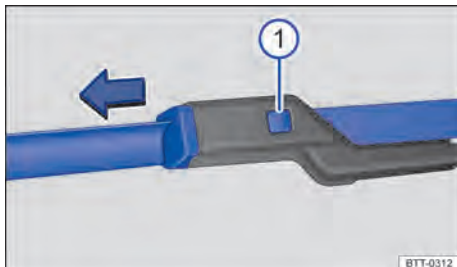

Fig. 131 Sustituir las escobillas limpiaparabrisas.
Comprobar regularmente la condición de las escobillas de los limpiacristales. Cambie las **escobillas de los limpiacristales** cuando estén deterioradas o limpielas si están sucias → fig. 131.
– Con una esponja húmeda, limpiar con cuidado las escobillas limpiaparabrisas → fig. 131.
– Mantener la tecla de desbloqueo → fig. 131  pulsada y, al mismo tiempo, retire la escobilla limpiaparabrisas en el sentido de la flecha.